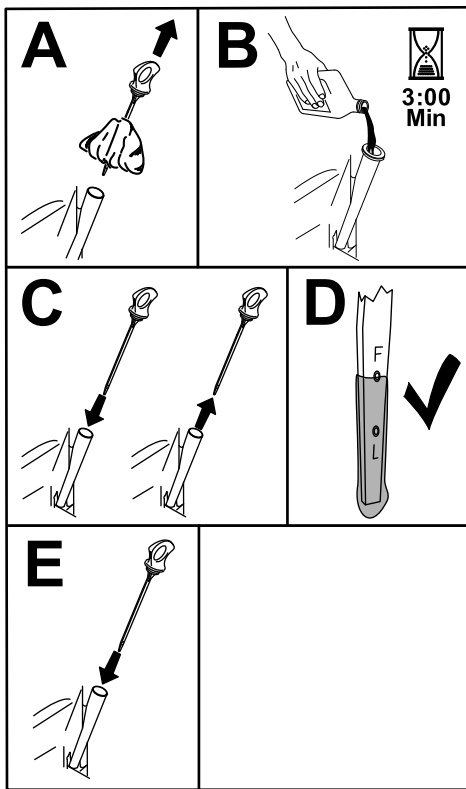

Figure 49
5. Versez lentement environ 80 % de l'huile spécifiée dans le tube de remplissage, puis faites l'appoint lentement jusqu'à ce que le niveau atteigne le repère maximum (Full) (Figure 49).